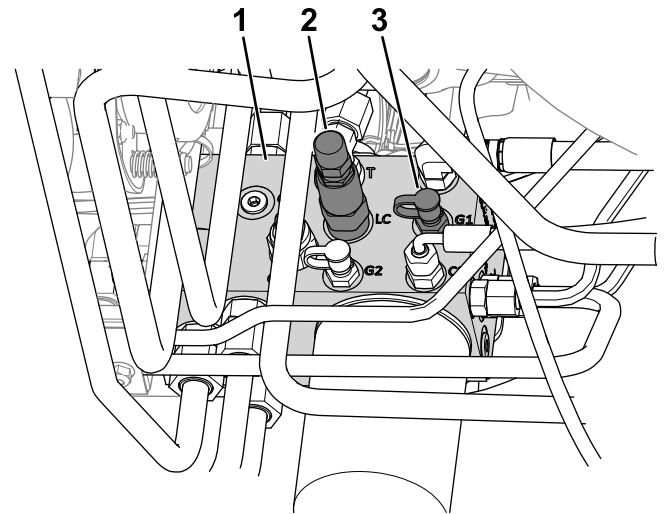

Figura 24
4. Conecte un manómetro al punto de prueba (marcado G1; consulte Figura 24).
2. Válvula de transferencia de peso (LC)
5. En el lateral del distribuidor de elevación, retire el tapón del punto de prueba (marcado G1; consulte Figura 24).
6. Afloje la contratuerca del extremo de la válvula de transferencia de peso (marcado LC; consulte Figura 24).